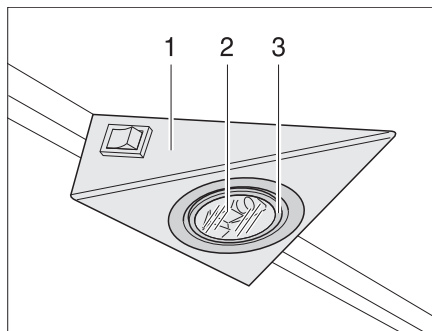
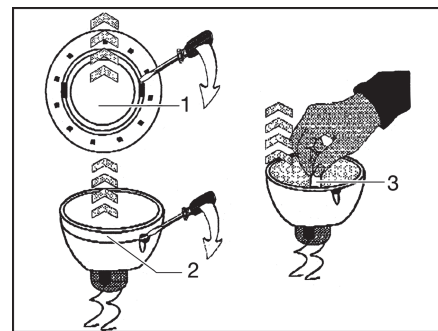

Fig. 167 Lampe halogène encastrée
Fig. 168 Remplacer l'ampoule halogène
La lampe halogène est encastrée dans un boîtier (Fig. 167,1).
- Détacher la bague de recouvrement intérieure (Fig. 167,3 ou Fig. 168,1) du boîtier avec un outil plat approprié (p. ex. tournevis).
- Enlever la bague de recouvrement avec la vitre (Fig. 167,2).
- Retirer l'ampoule halogène (Fig. 168,2).